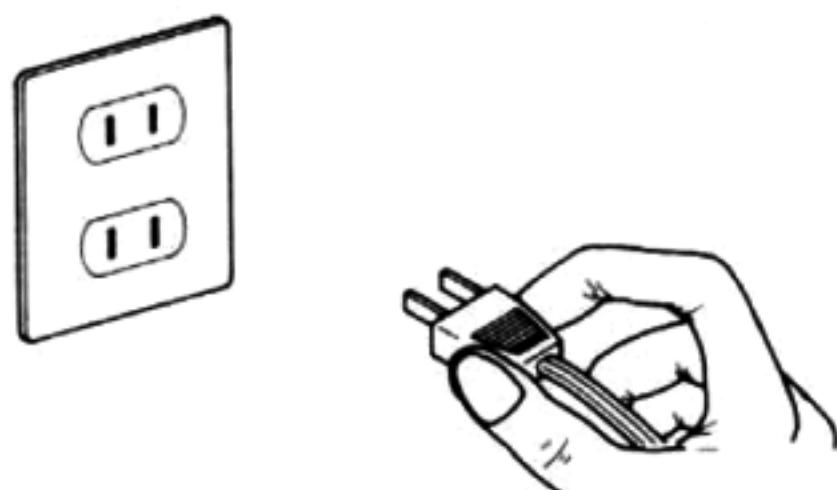

Fig. 1
- 2) Be sure to pull the plug, not the cord. (Fig. 1)
- 2) Para desenchufar, asegurarse de tirar del enchufe y no del cordón (Fig. 1).
- 2) *Tirer toujours sur la prise et non sur le câble. (Fig. 1)*